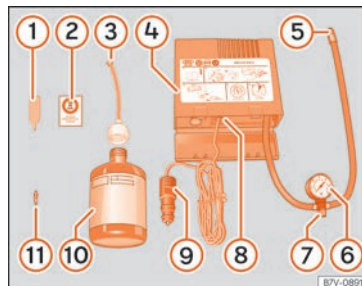

Fig.71 Representación estándar: contenido del kit antipinchazos.
- Desenrosque la caperuza y el obús de la válvula del neumático. Utilice el aparato » » » **fig. 71 ①** para extraer el obús. Colóquelo en una superficie limpia.
- Agite con fuerza la botella de sellante de neumáticos » » » **fig. 71 ⑩**.
- Enrosque el tubo de inflado » » » **fig. 71 ③** en la botella de sellante. El precinto de la botella se romperá automáticamente. »
- Retire el tapón del tubo de llenado » » fig. 71 ③ y enrosque el extremo abierto del tubo en la válvula del neumático.
- Vuelva a colocar el obús con el aparato » » fig. 71 ① en la válvula del neumático.
- Enrosque el tubo de inflado del neumático del compresor » » fig. 71 ⑤ en la válvula del neumático.
- Compruebe que el tornillo de evacuación de aire está cerrado » » fig. 71 ⑦.
- Acople el conector » » fig. 71 ⑨ a toma de corriente de 12 voltios del vehículo » » pág. 179.
- Conecte el compresor de aire con conmutador ON/OFF » » fig. 71 ⑧.
- Pegue el adhesivo » » fig. 71 ② en el cuadro de instrumentos, dentro del campo visual del conductor.